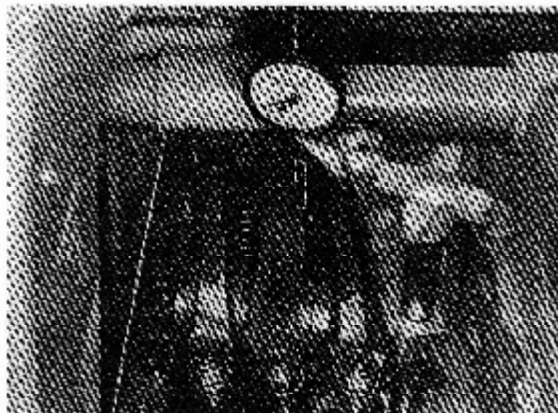

Рис. 2-62 (K21920). Циферблатный индикатор на месте – щуп касается плунжера.
2. Установите опорный блок 3375007 на кожух коромысла выбранного цилиндра, а щуп циферблатного устройства 3375005 на верху плунжера инжектора. Рис. 2-62